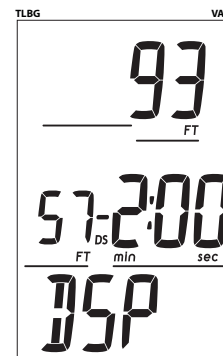

Abb. 56 - DS-VORSCHAU
TIEFENSTOPP (DS) VORSCHAU, umfasst folgende Daten (Abb. 56):